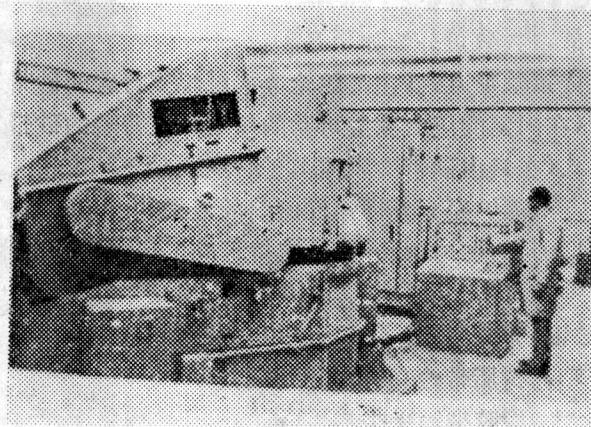
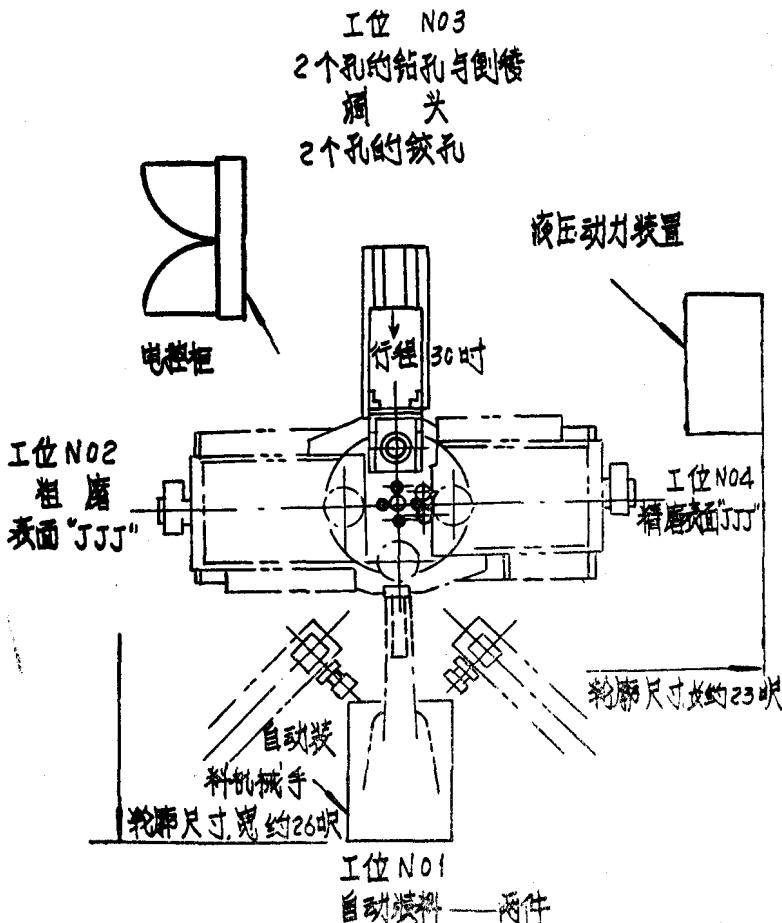

图 3 Hi—Grind 磨床 (Sundstrand Syracuse 公司)
图 4 Hi—Grind 磨床示意图③
重磨削随着 Sundstrand—Syracuse 公司 Hi—Grind(高压磨削)磨床(图 3)的出现而得到飞跃发展⑨。这种磨床是个划时代的创举，汽车用的铸铁汽缸盖过去是铣削加工的现在可用这种复合式的砂带磨床进行加工了。其概略情况按原样示于图 4。装卸机械手位于工位 1，钻孔—铰孔装置位于工位 3，磨头位于工位 2 和 4 上，使用负荷可达 2000 磅，加工效率可高达 $16.4 \text{ cm}^3/\text{秒}$ 。在严峻的使用条件下，砂带的使用时间为 8~10 小时，在加工精度方面，厚度公差可达 0.025 mm ，平面度可达 0.013 mm 。可以预计这种复合式砂带磨床今后会更加普及。